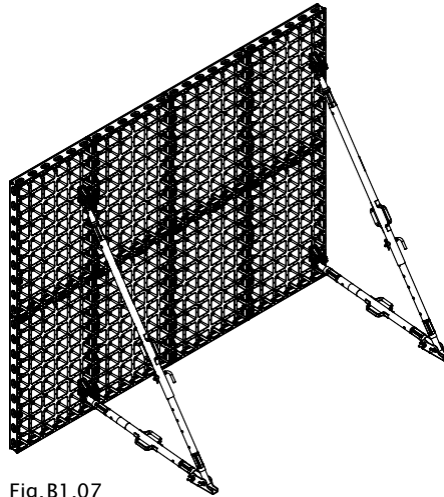

Fig. B1.07
8. Монтирайте вертикализаторите (38, 39) последователно според широчината на въздействие. (Fig. B1.07)
1. Сглобете затварящата страница на кофража по същия начин, както основната. (Fig. B1.07)